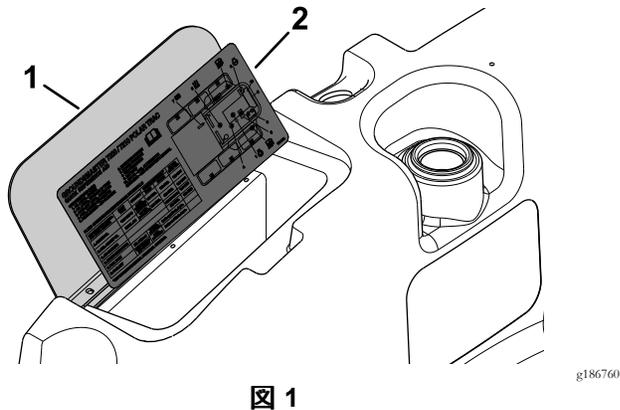

図 1
1. デカルが完全に貼りつくようにカバープレートを十分にきれいにする 図 1。
2. デカルの裏紙をはがして、カバープレートにデカルを張り付ける 図 1。